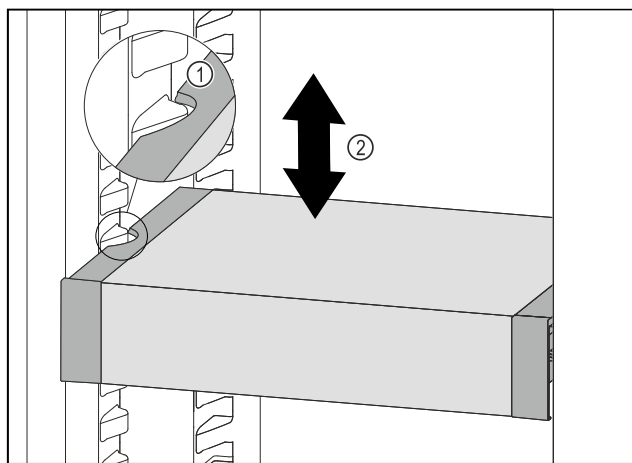

Fig. 108
- 向前移动 VarioSafe，直到 VarioSafe 两侧的凹槽与冷藏区中的容器肋梁持平。 Fig. 108 (1)
- 在冷藏区中向上或向下移动 VarioSafe，直至所需高度。 Fig. 108 (2)